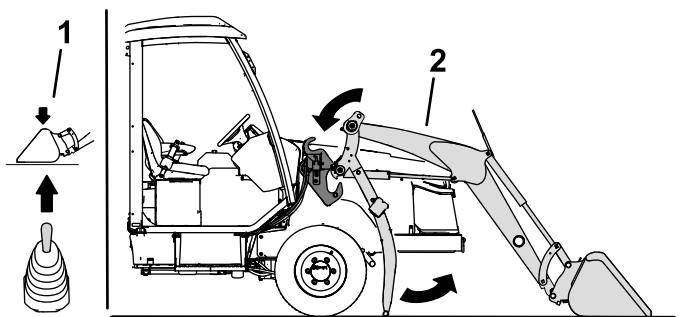

図 55
6. エンジンを始動し、ローダのジョイスティックを操作してアームをフレームマウントに入れる図 55。